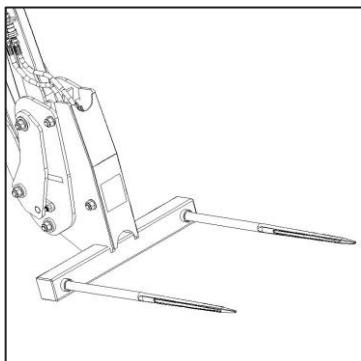

Fig. 3
- Both the F750 and F100 ranges of Uniloaders® are available with detachable bale fork heads (Fig. 3).
- Sowel die F750- as die F100-Uniloader®-reekse is met verwijderbare baalvurkkoppe beskikbaar (Fig. 3).